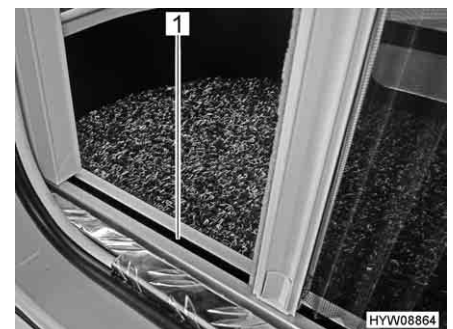

Fig. 30 Protezione contro gli insetti (guida inferiore)
- ▷ Durante l'apertura e la chiusura, afferrare la barra di presa con entrambe le mani. In questo modo è possibile limitare la possibilità che la protezione contro gli insetti si inceppi nelle guide (Fig. 30,1).